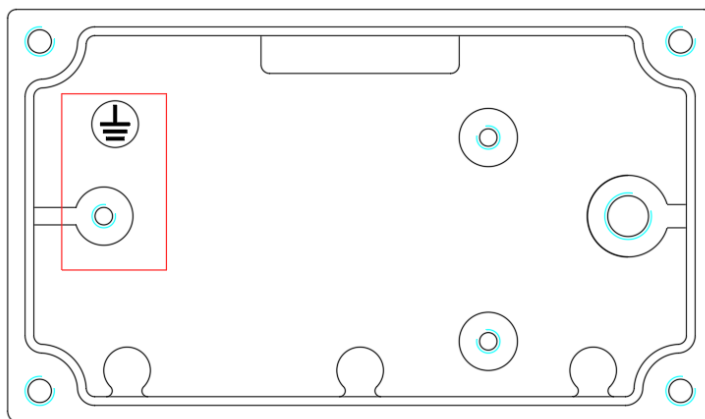

图 73
4.4 将电缆线与对应端子相接，电缆的屏蔽接入保护地接线处如下图 73，接地线用螺丝接入接地处；4.5 用螺钉拧紧接线腔盖，检查后盖、电缆压紧螺母，确定已压紧，然后可进行控制器端接线。